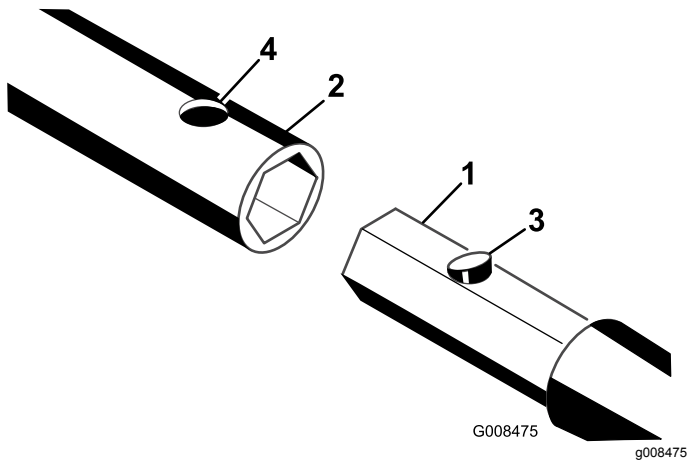

Bild 3
Fassung mit dem Druckknopfanschluss aus (Bild 3).
- Drücken Sie den Druckknopfanschluss hinein und drücken Sie den Schaft in die Fassung, bis der Anschluss in das Loch in der Fassung einrastet (Bild 3).